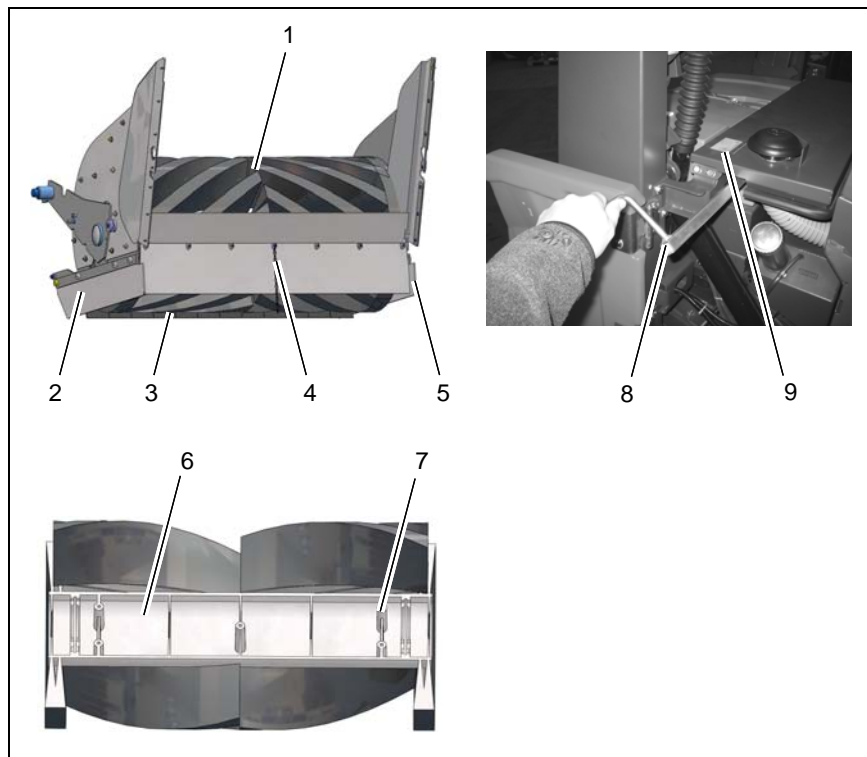

Abb.28
Die Kehrwalze (Abb. 28/1) wöchentlich auf Verschleiß kontrollieren. Bei Verschleiß bzw. nach einem Wechsel die Kehrwalze folgendermaßen einstellen:
6. Die Kurbel (Abb. 28/8) auf das Vierkant stecken und den Kehrspiegel einstellen.
- gegen Uhrzeigersinn drehen: mehr KehrspiegelAuf der Skala (Abb. 28/9) wird der Wert angezeigt.
4. Die Kurbel (Abb. 28/8) auf Null zurückdrehen.
5. Kehrwalze von Hand drehen, bis die fünf Verschraubungen (Abb. 28/7) sichtbar sind.
6. Verschraubungen lösen und die Kehrwalzenhälfte (Abb. 28/ 6) herausnehmen.
4. Die seitlichen Dichtleisten (Abb. 28/2) und (Abb. 28/5) sind über Langlöcher einstellbar. Die Dichtleisten müssen einen Bodenabstand von ca. 1 mm haben.
5. Die vordere Dichtleiste (Abb. 28/3) ist über ein Betätigungsgestänge einstellbar. Die Dichtleiste muß leicht nach hinten gebogen auf dem Boden aufstehen.
6. Die hintere Dichtleiste (Abb. 28/4) ist über Langlöcher einstellbar. Die Dichtleiste muß einen Bodenabstand von ca. 5 mm haben.